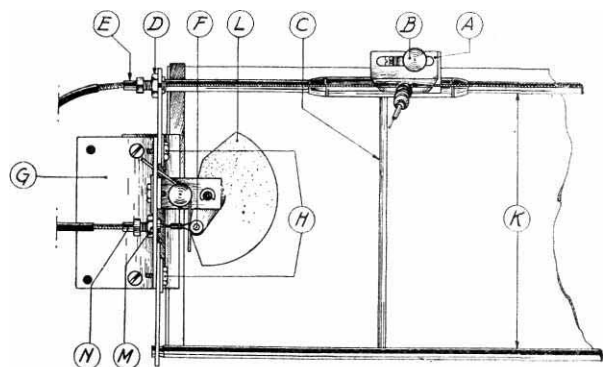

Abb. 4
4. Bügel A (Abb. 4) vom Zeiger losschrauben.
Die Bügel G (Abb. 4) vom Gehäuse lockern. Die Skala ist dann zu erneuern.
Zur Erzielung eines guten Lichtstriches auf der Skala muß sich der Zeiger in einem gewissen Abstand von der Skala bewegen. Der Abstand des Zeigers ist einstellbar. Durch Lösen der Schrauben H (Abb. 4) können die Stangen K so eingestellt werden, daß sich der Zeiger richtig längs der Skala bewegt.